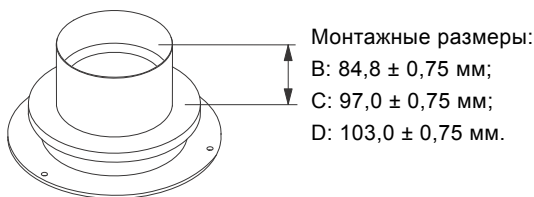
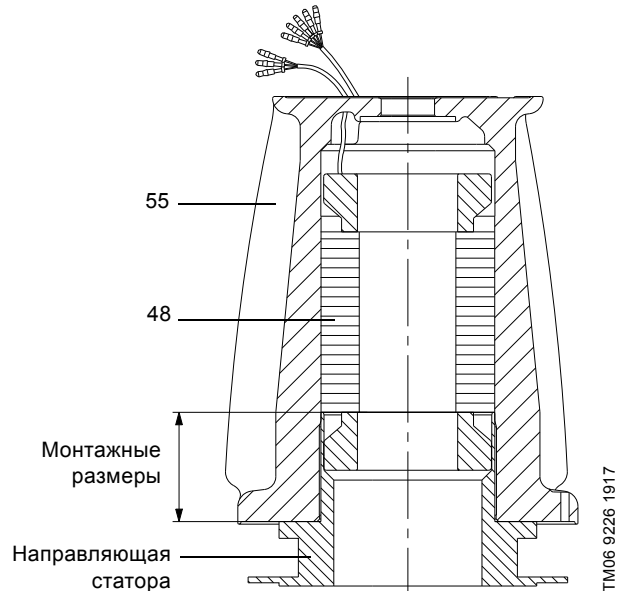

Рис. 16 Направляющая статора
Рис. 17 Установка корпуса статора
1. Установите статор (48) на направляющую (A) так, чтобы конец провода был направлен вверх. См. рис. 16 и рис. 17.
3. Установите крышку верхнего подшипника (61) на корпус статора (55) и закрепите с помощью винта (183) с шайбой (183а).
4. Установите корпус статора (55) на статор (48) и пропустите провода через корпус статора. См. рис. 17.
6. Нагрейте корпус статора (55) до 200 °С (максимум 240 °С) так, чтобы корпус опустился на статор. Нагревайте корпус статора равномерно, чтобы он не деформировался. Проверьте, чтобы провода не были пережаты; нижний фланец корпуса статора должен касаться направляющей (A).
7. Проверьте монтажные размеры. См. рис. 16.
8. Корпус статора (55) должен остыть.
9. Закрепите заземляющий провод (зеленый и желтый) с помощью винта (173) и шайбы (173а).
10. Установите контактную розетку (176) и защиту штепсельного разъема (177). См. раздел 12.5 *Данные электрооборудования*.